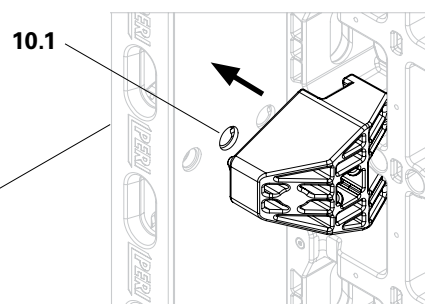

Fig. B5.15a
3. Inserire il connettore d'angolo DUO (23.1) nel profilo del telaio del pannello. (Fig. B5.15a)